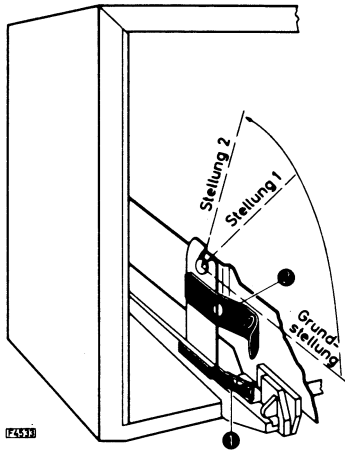

Fig. 1
Rastfeder ① Fig. 1 an der linken und rechten Chassisseite austrasten und Chassis nach hinten bis zum Anschlag herausziehen.